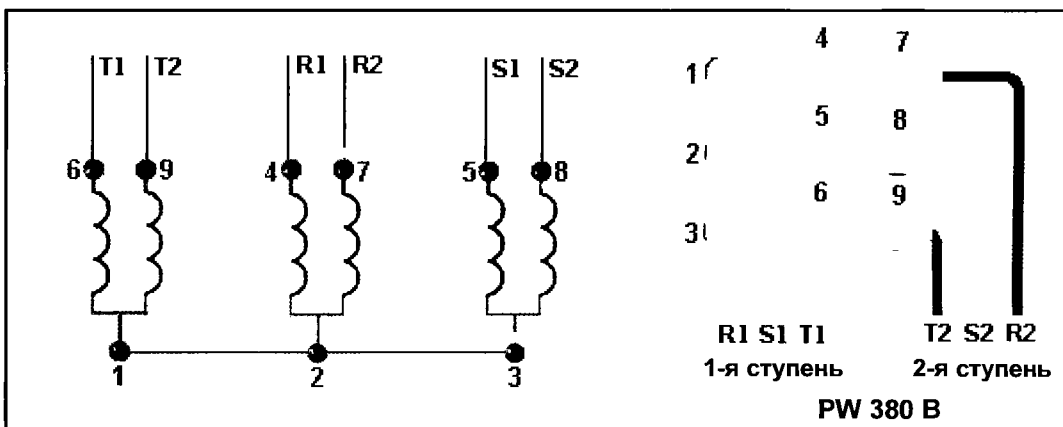

Рис. 64.28.
ЗАПУСК С РАЗДЕЛЬНЫМ ПОДКЛЮЧЕНИЕМ ОБМОТОК (PW) ПРИ 380 В: Соединение клемм, их подключение к сети и схема внутренней коммутации обмоток показаны на рис. 64.28.